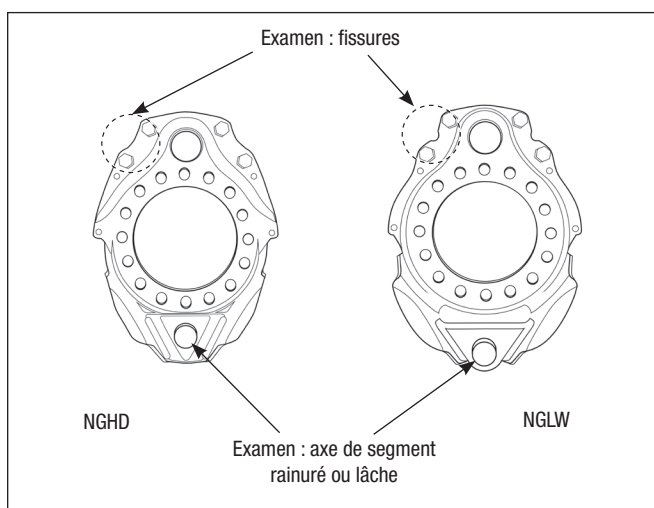

Figure 38 – Examen du porte-segments
1. Regarder s'il y a des fissures autour du trou des boulons, dans la zone de came et autour de l'axe de segment. Cf. Figure 38. S'il y en a, remplacer le porte-segments.